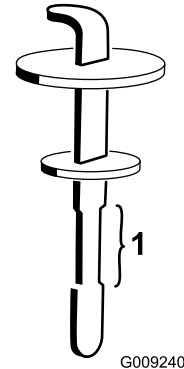

Figura 121
5. Retire la varilla del cuello de llenado y límpiela con un paño limpio. Inserte la varilla en el cuello de llenado y, a continuación, retírela y compruebe el nivel del aceite (Figura 121).